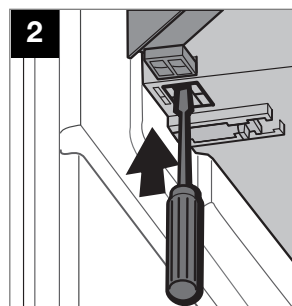

Fig. 25
- Déverrouillez la porte du compartiment congélateur avec un tournevis (Fig. 25).